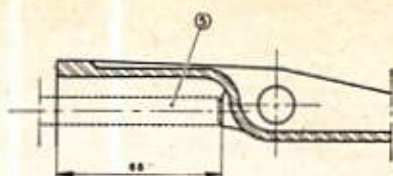

Fig. 57. — Carter arrière de boîte de vitesses modifié.
- carter AR n° P.D. 2207.09 (fig. 57),